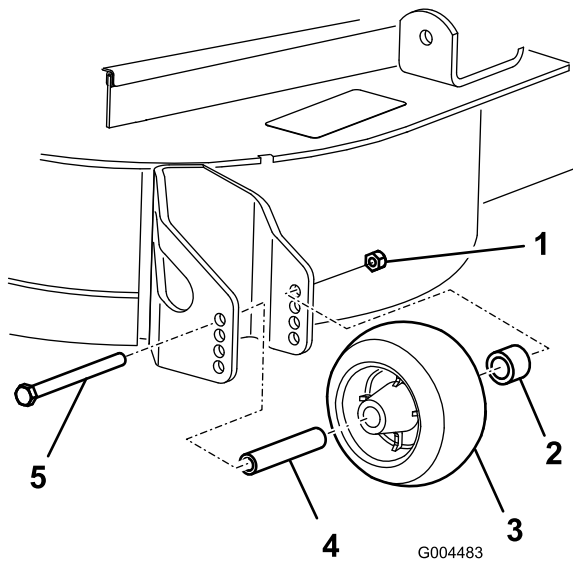

図 22
3. 刈高変更後、ローラの調整を行う（フランジナット、ブッシュ、スペーサ、ボルトを外す）（図 22）。
注 54-61 Nmにトルク締めする(図 22)。